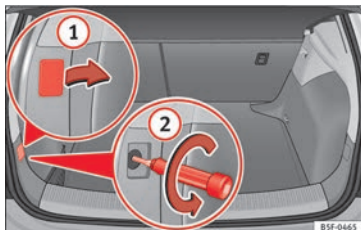

Fig. 115 Coffre à bagages : position de la vis de fixation pour le feu arrière.
- Enlevez le cache à l'aide du tournevis à tête plate au niveau de l'évidement » **fig. 115** ①.
- Desserrez la vis qui se trouve derrière dans le sens contraire des aiguilles d'une montre (flèche) » **fig. 115** ② à l'aide d'un tournevis et retirez-la avec précaution.